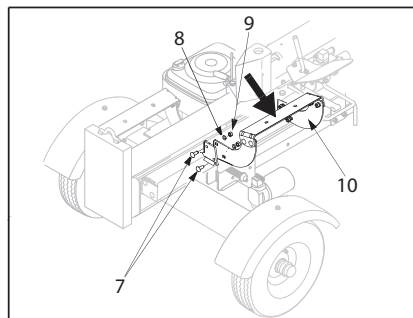

Fig. 8
- Skru støtten (10) af spaltesøjlen på siden ved styreventilen. Fig. 8